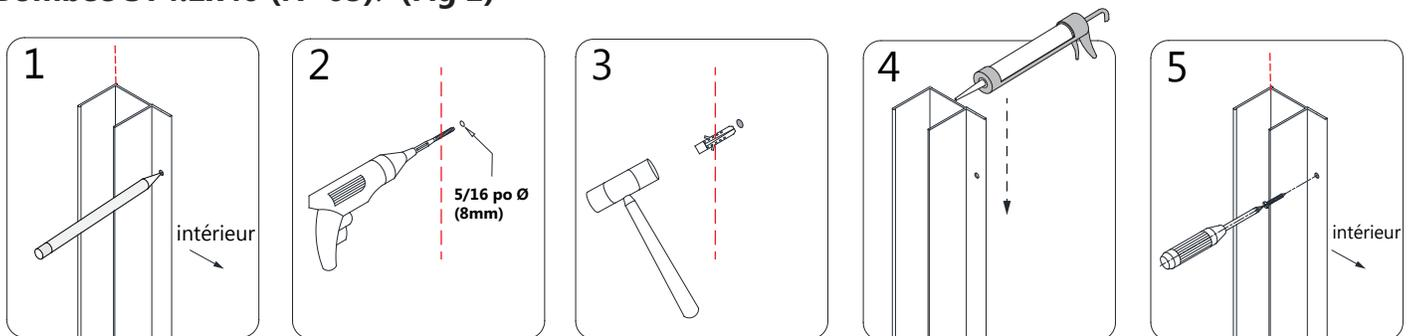

Fig 2
2. Marquez au mur les trous à percer à travers les perforations pré-usinées des **Profils Muraux (N° 01)**. Percez les trous dans le mur avec une **mèche 5/16 po Ø (8 mm)**. Insérez les **Ancrages Muraux (N° 09)**. Appliquez un cordon de du silicone résistant à l'eau à l'endos des **Profils Muraux (N° 01)** et autour des trous dans le mur. Fixez au mur les **Profils Muraux (N° 01)** avec un **Vis à Tête Plate Bombée ST4.2x40 (N° 05)**. (**Fig 2**)